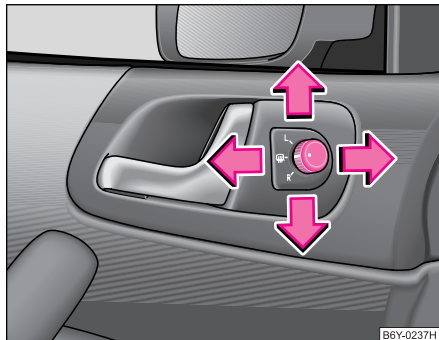

Abb. 45 Türinnenteil:
- Stellen Sie den Drehknopf in die Position  ⇒ Abb. 45.